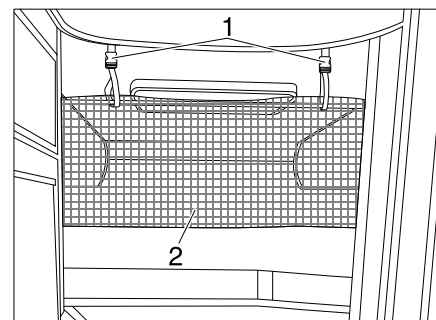

Fig. 170 Rete protettiva
La rete protettiva (Fig. 170,2) è stivata sui modelli di serie tra il materasso e il telaio portamaterasso. Fissare la rete protettiva soltanto dopo che la persona si è già stesa nel letto.
- Fare innestare i nastri di sostegno (Fig. 170, 1) nei supporti sul soffitto.
La rete protettiva (Fig. 170,2) è stivata di serie tra il materasso e il telaio portamaterasso. Fissare la rete protettiva soltanto dopo che la persona si è già stesa nel letto.
- Fare innestare i nastri di sostegno (Fig. 170,1) nei supporti sul soffitto.